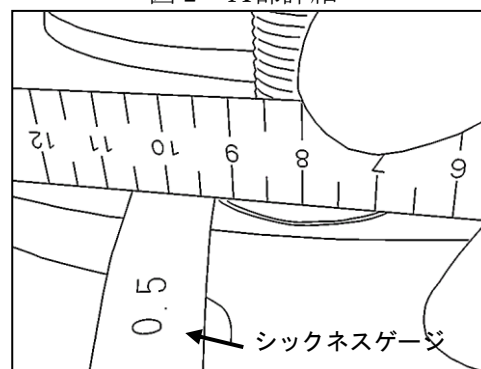

図 4
3. 1 箇所未摩耗部に直定規を密着させ、脇にて段差を計測する。（図 4）